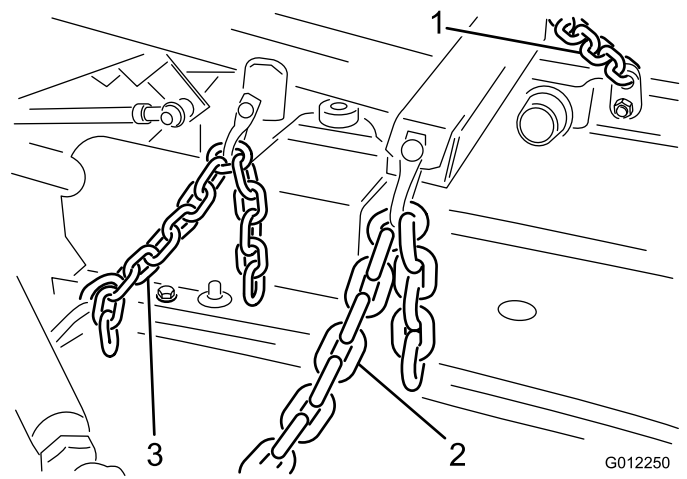

Bild 12
2. Verbinden Sie die Enden der Spannfeder zwischen dem vierten Glied der hinteren Kette und der Öse des Splints, der den Zylinderstift arretiert (Bild 12). Stellen Sie die Länge der Kette so ein, dass die hinteren Laufräder in der Transportstellung Bodenfreiheit haben.
1. Verbinden Sie die Hubketten mit 6 Ketten, Kettenstiften (3/8 x 1-1/2 Zoll) und Splinten (1/8 x 3/4 Zoll) mit dem Hubarm und den Kettenhalterungen des Mähwerks (Bild 12). Stellen Sie die Kettenlänge so ein, dass beide gleichzeitig gespannt sind, wenn der Hubarm angehoben wird.